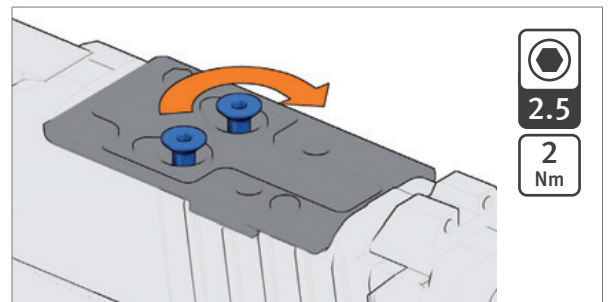

Abb. 34: Schrauben festziehen
5. Schrauben festziehen bis das Drehmoment erreicht ist (Abb. 34).